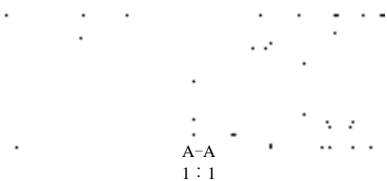

图 3.12.34 创建阶梯剖视图
(3) 单击对话框中的 确定 按钮，此时系统生成图 3.12.34 所示的阶梯剖视图。